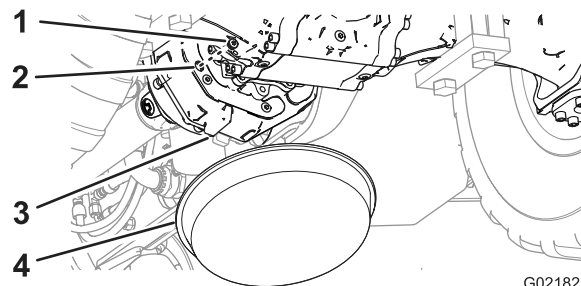

Рисунок 70
- Отверните пробку смотрового отверстия трансмиссии (Рисунок 70).
- Посмотрите сквозь смотровое отверстие и убедитесь, что уровень масла в трансмиссии находится на нижней части резьбы отверстия (Рисунок 70).
- Установите пробку в смотровое отверстие картера трансмиссии (Рисунок 70).
- Поместите сливной поддон под заднюю часть картера трансмиссии (Рисунок 70).